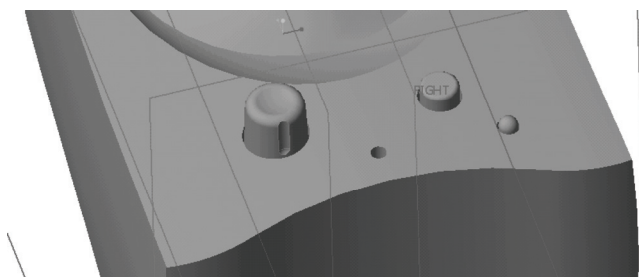

图 12-126 以旋转的方式切除材料
5) 接受默认的旋转角度为“360°”，单击 (完成) 按钮。以旋转的方式切除材料得到的结果如图 12-126 所示。